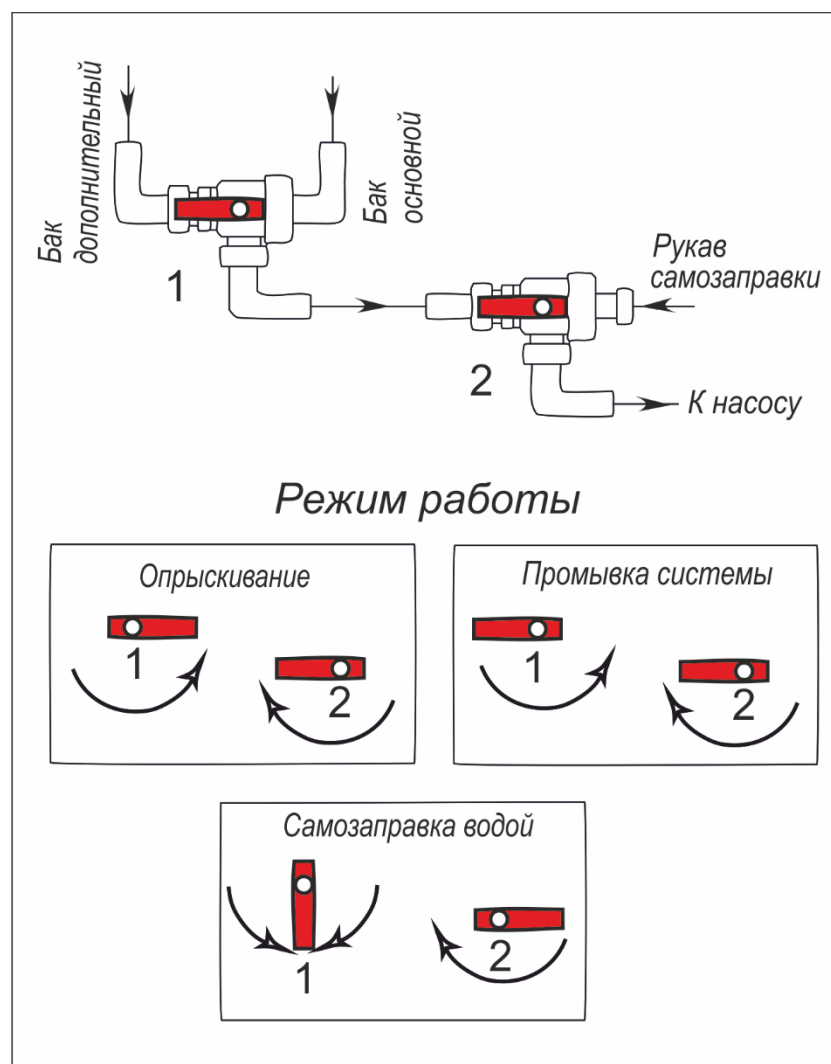

Рис. 9. Положения рукояток трехходовых кранов при различных режимах работы.
5.4.1. Опрыскиватель может работать в следующих режимах (рис. 9):
- Установить рукоятки трехходовых кранов 1 и 2 (рис. 9) в положение «Опрыскивание».